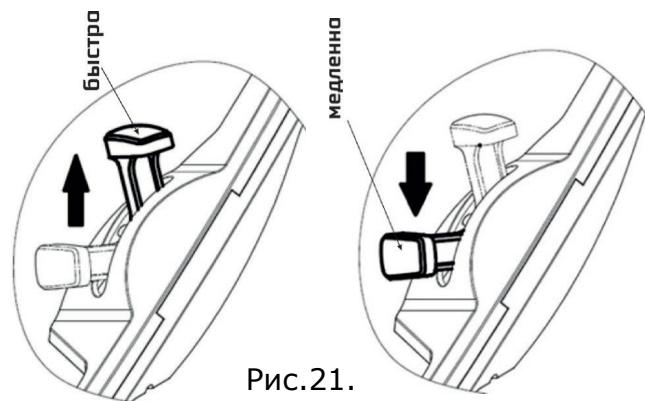

Рис.21.
1. Переместите рычаг 22 Рычаг выбора скорости движения в положение "медленно". Рис.21.